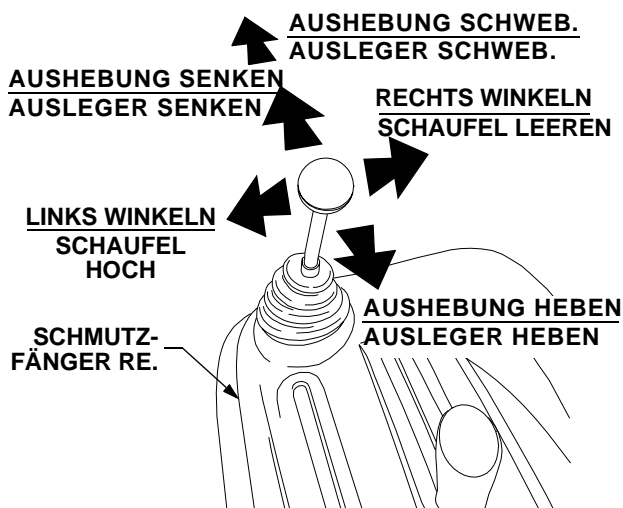

Abbildung 24
- Den Hebel nach hinten ziehen, um die vordere Aushebung oder den vorderen Ladeausleger anzuheben. Siehe Abbildung 24.
- Den Hebel nach vorne drücken, um die vordere Aushebung oder den vorderen Ladeausleger abzusenken. Siehe Abbildung 24.
- Den Hebel nach rechts schieben, um (soweit möglich) die vordere Aushebung nach rechts abzuwinkeln oder die Schaufel auszuleeren. Siehe Abbildung 24.